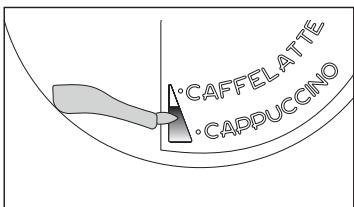

Fig. 41
- ▶ Coloque el regulador de espuma de leche (C1) entre las palabras CAPPUCINO y CAFFELATTE impresas en la tapa del recipiente de la leche. La cantidad de espuma puede ajustarse moviendo el regulador hacia la palabra CAFFELATTE para que la espuma sea más densa. Moviéndolo hacia la palabra CAPPUCINO la espuma será menos densa (Fig. 41).